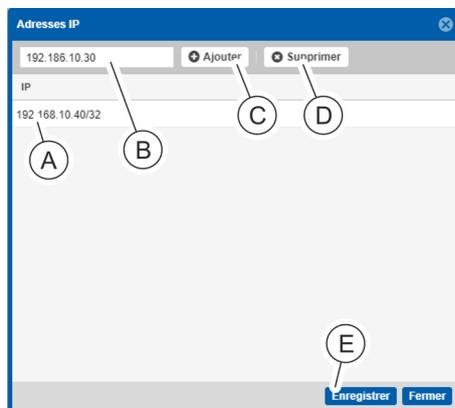

Fig. 138 : Fenêtre « Adresses IP »
⇒ La fenêtre « Adresses IP » s'ouvre (Fig. 138).
7. ➔ Saisir une adresse IP ou un nom d'hôte (Fig. 138 B) dans le champ de saisie et l'ajouter à la liste (Fig. 138 A) en appuyant sur le bouton « Ajouter » (Fig. 138 C).
8. ➔ Si nécessaire, sélectionner une adresse IP ou un nom d'hôte dans la liste (Fig. 138 B) et les supprimer de la liste au moyen de « Supprimer » (Fig. 138 D).
9. ➔ Une fois la saisie terminée, fermer la fenêtre « Adresses IP » en appuyant sur le bouton « Enregistrer » (Fig. 138 E).